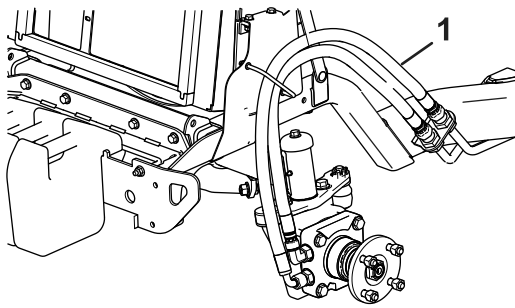

Figure 8
15. Faites passer les flexibles dans le guide flexible (Figure 8).